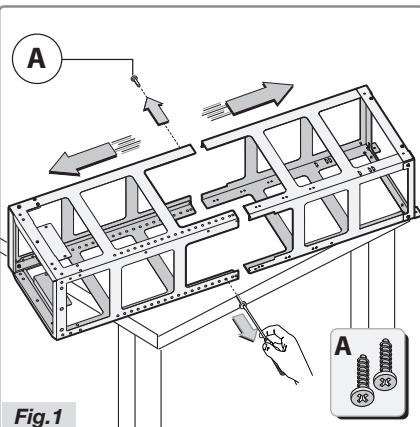

Fig.1
- Retirez le châssis et dévissez les deux vis A pour séparer la partie supérieure de la partie inférieure (Fig.1).